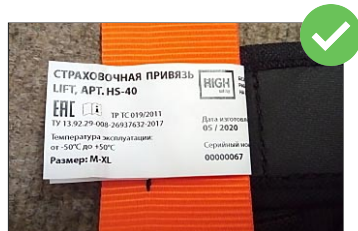

рис. 15
2. Проверьте маркировку на изделии. Она должна быть разборчивой и легко читаться (рис. 15).